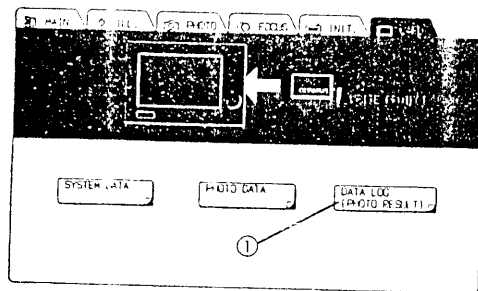
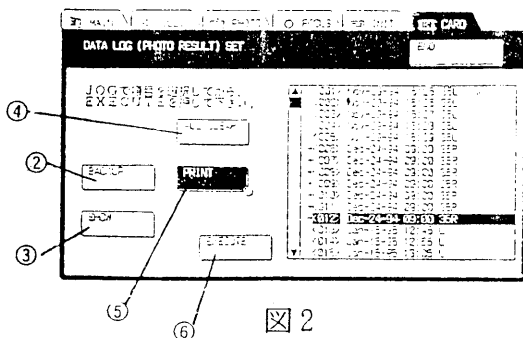

図 1
図 2
マルチコントロールボックス (U-MCB) のCARD操作画面でDATA LOG (撮影結果記憶) スイッチを押した時に、でてくる画面 (下記図2) に間違いがありましたので、訂正させていただきます。
- 1) **DATA LOG** ①を押す (図1) と図2の画面となります。
- 2) **BACKUP** ②を押すと蓄積されたDATA LOG (撮影結果) のすべてをメモ리카ードにバックアップします。